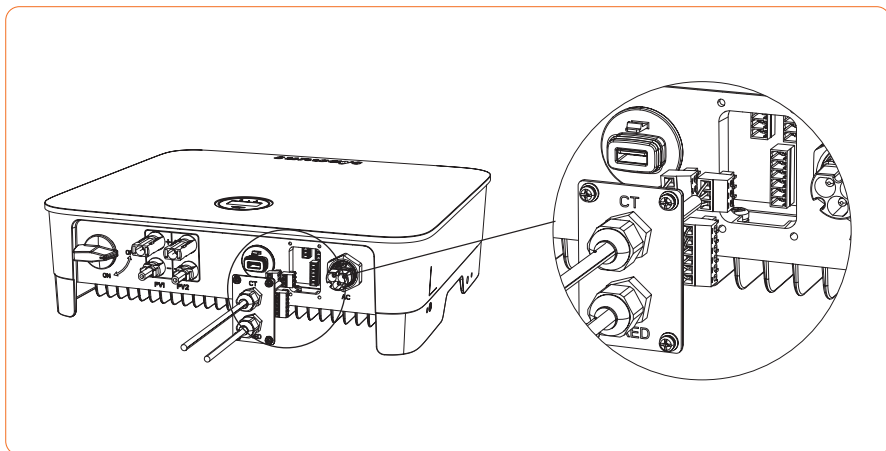

Abbildung 4-29
- ③ Stecken Sie das Kabel in den Anschluss des 3/6-poligen Steckers und befestigen Sie es mit einem Schraubendreher.
- ④ Stecken Sie den 3/6-poligen Stecker in die 3/6-polige Buchse im Inneren des Wechselrichters und schrauben Sie die CT/ DRED-Platte mit einem Kreuzschraubendreher zurück, wie in Abbildung 4-29 gezeigt: